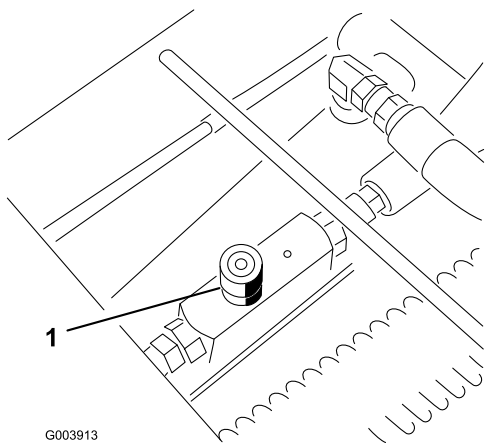

Figura 74
1. Localize a válvula por trás do painel de acesso e acima da plataforma do utilizador (Figura 74).